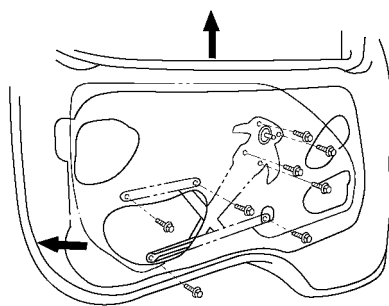

图 17-34 拆下车门玻璃和车窗调节器
(10) 拆下车门玻璃和车窗调节器，如图 17-34 所示。